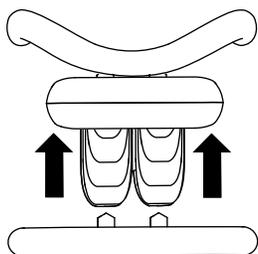

Рисунок 6
- Чтобы начать движение вперед, переместите орган управления тягой вперед (Рисунок 6).